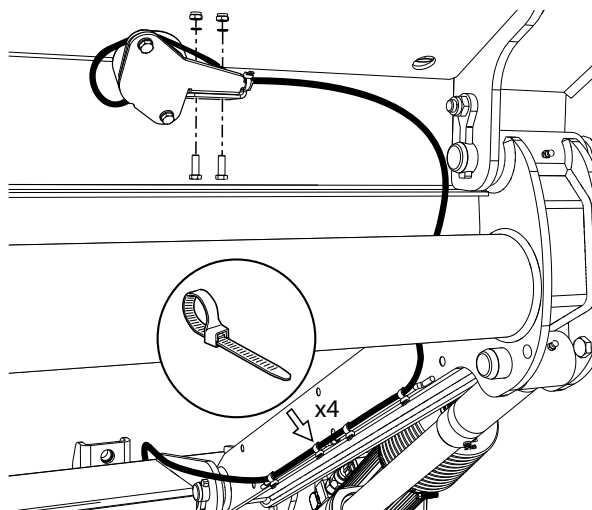

Abb.51. Einbau des Winkelsensors
1. Den Winkelsensor mit den dazugehörigen Schrauben, Muttern und Einschüben an der Plattform anbringen und das Kabel mit Kabelband befestigen, siehe Abb.51.